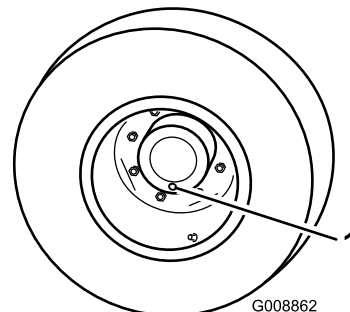

Bild 42
1. Stellen Sie das Rad so, dass sich die Prüf-/Ablassschraube (Bild 42) in der untersten Stellung (6 Uhr) befindet, wenn sich die Maschine auf einer ebenen Fläche befindet.